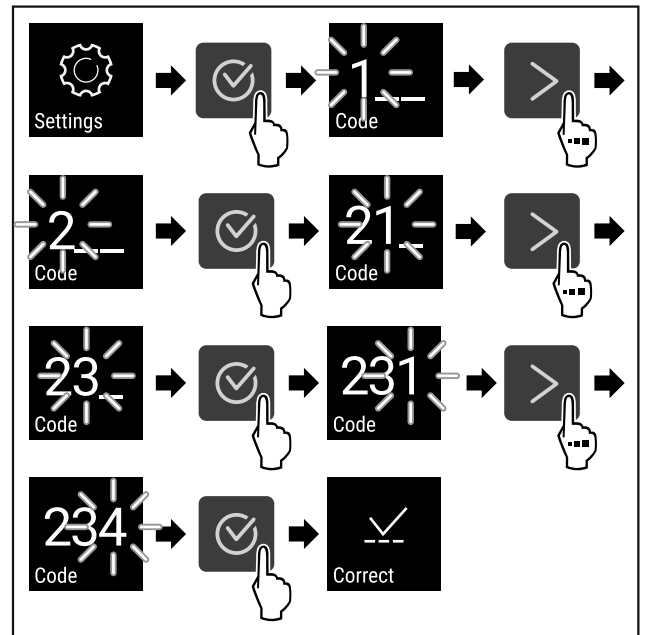

Fig. 75
- ▶ Hajtsa végre a művelet lépéseit (lásd Fig. 75). Adja meg a PIN-kódot.